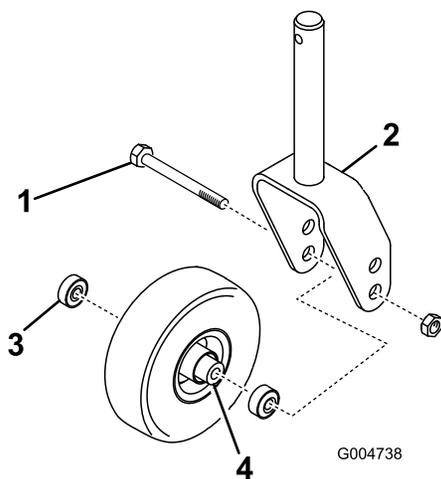
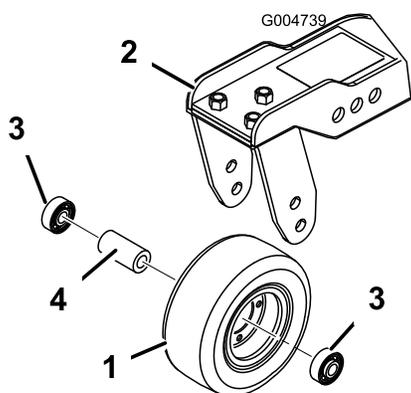

Рисунок 85
Рисунок 86
- Выверните контргайку с болта, удерживающего узел поворотного колеса между вилкой (Рисунок 85) или рычагом (Рисунок 86) поворотного колеса.
- Извлеките подшипник из ступицы колеса и дайте выпасть распорной втулке подшипника (Рисунок 85 и Рисунок 86).